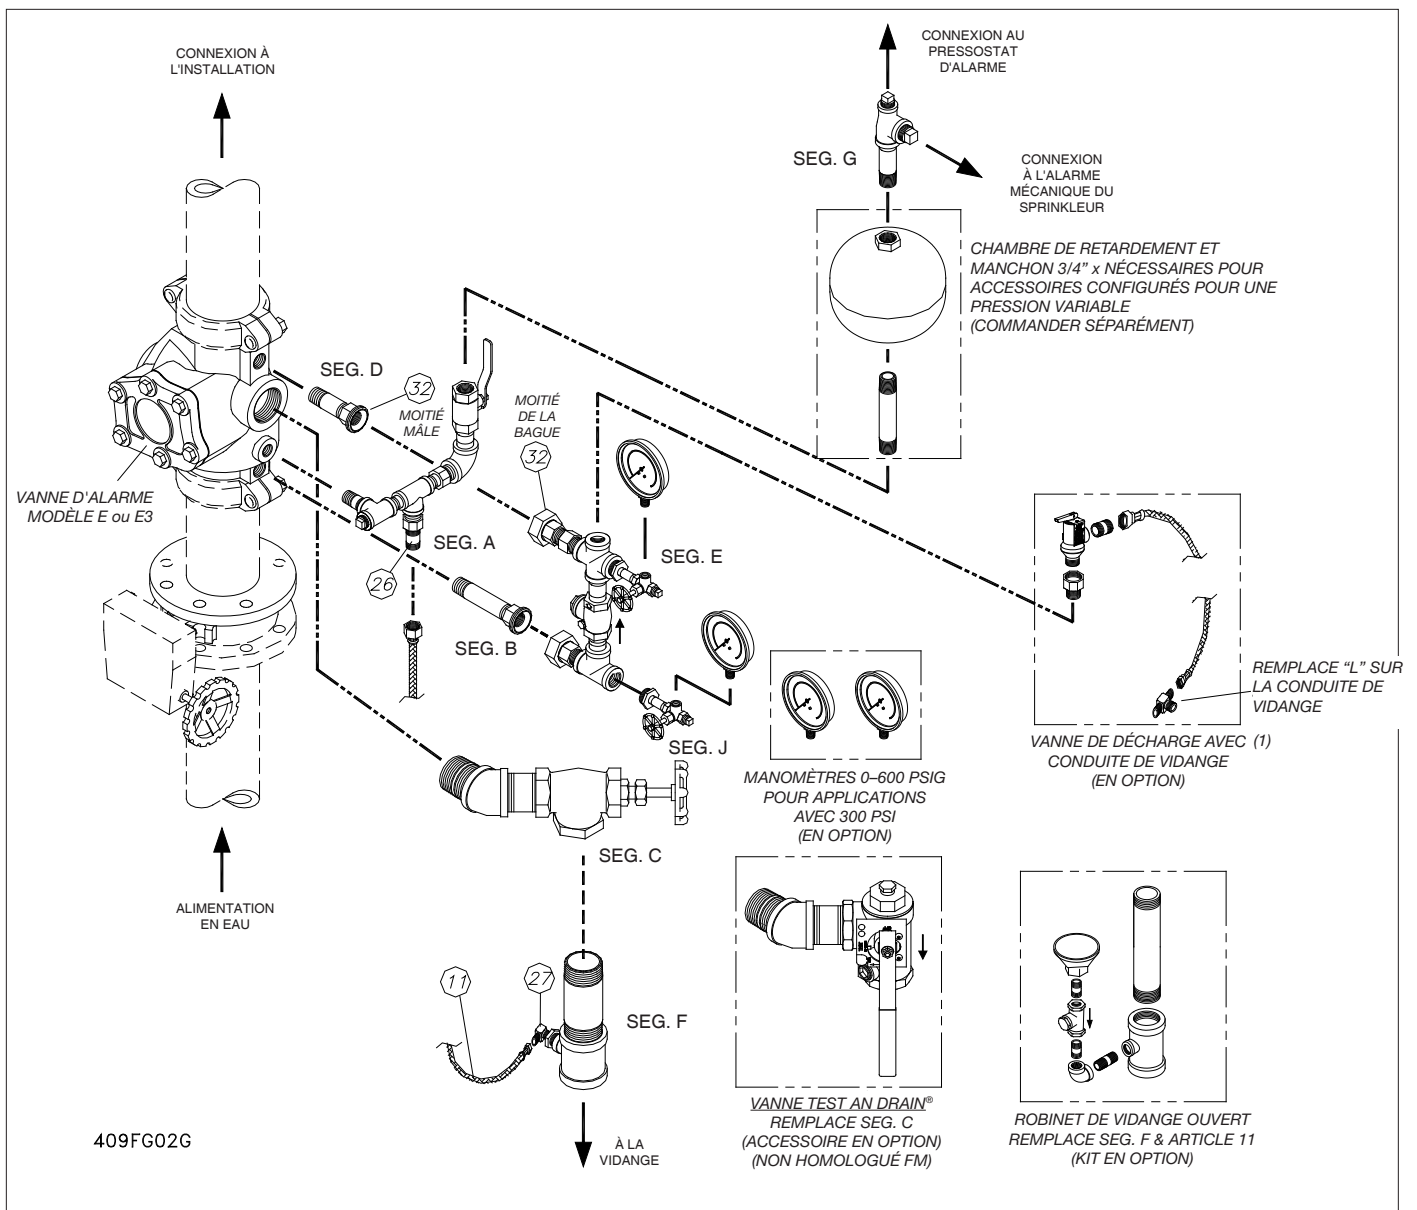

Figure 2 - Vannes d'alarme modèle E3 avec pression variable
Les accessoires de base E3 pour la vanne d'alarme modèle E3 de Reliable (Figure 2) sont prévus pour une installation rapide, facile et compacte. Ils servent comme points de connexion pour l'alarme et pour d'autres dispositifs Reliable. Les accessoires peuvent également être utilisés pour tester le fonctionnement des dispositifs d'alarme tout en faisant fonctionner le clapet de la vanne d'alarme. Des jeux d'accessoires haute pression de modèle E-3 sont disponibles pour une utilisation avec la vanne d'alarme haute pression de modèle E3. Ces accessoires sont livrés de série avec des manomètres de 0 à 300 psi pour les applications utilisant des pressions de 175 psi. Pour les applications utilisant des pressions de 300 psi, le kit de manomètres de 0 à 600 psi doit être commandé. Remarque : en raison de modifications des spécifications établies par les organismes d'homologation, il est possible que les manomètres fournis avec le kit pour pressions de 300 psi ne soient pas répertoriés au moment de la commande.
• Installation verticale à pression variable (Figure 2)
• Installation verticale à pression constante (Figure 2)